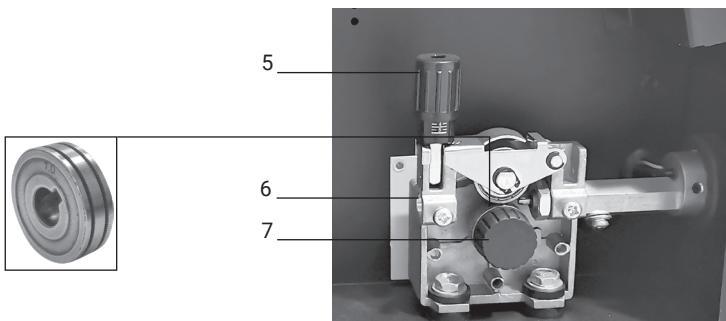

Рис. 4
- открутите фиксатор изменения усилия зажатия (рис. 4, поз. 5) и откройте прижимной механизм подачи проволоки отведя его вверх;
- проверьте, что бы размер канавки ролика на прижимном механизме соответствовал диаметру используемой сварочной проволоки, при необходимости поменяйте положение ролика открутив фиксатор ролика (рис. 4, поз. 7) против часовой стрелки;
- пропустите проволоку внутри направляющей трубы (рис. 4, поз. 6) и дальше в механизм подачи;
- опустите прижимной механизм и установите необходимое усилие прижима ролика поворотом фиксатора(рис. 4, поз. 5);